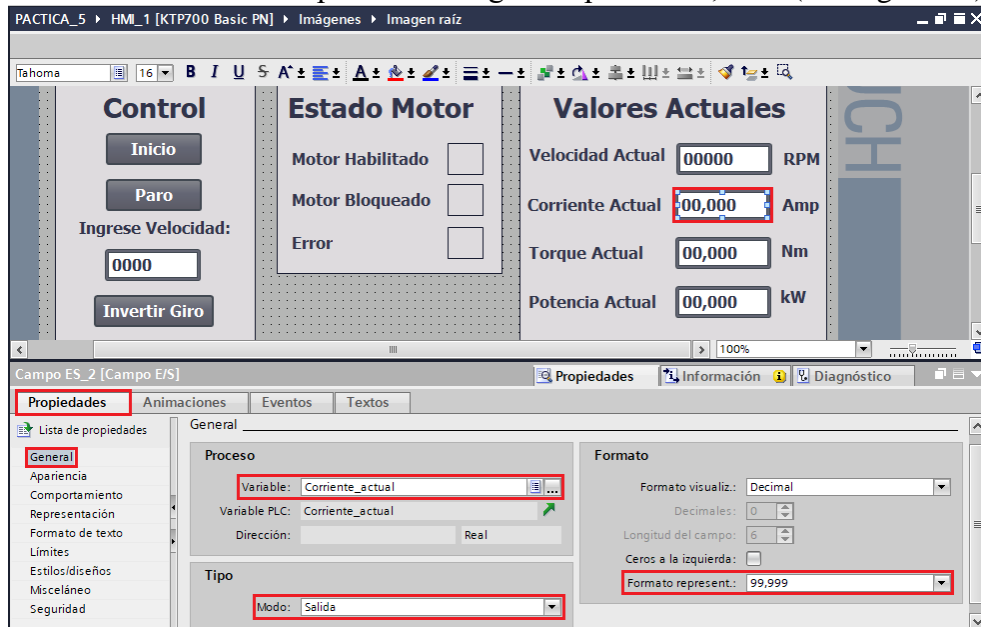

Figura 41. Configuración Corriente actual
- En “Formato” / “Formato represent” escoger la opción “99,999” (ver Figura 41).